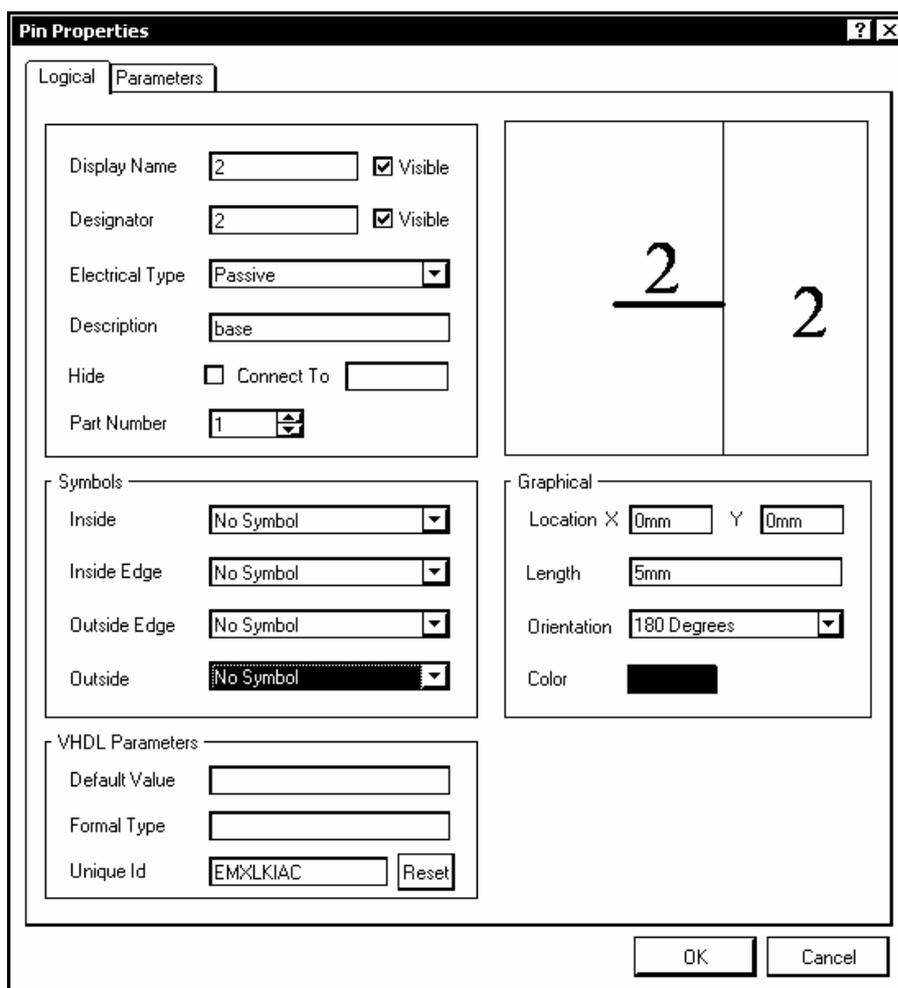

Рис. 3.5
2. Перед размещением вывода активизировать клавишей Tab диалог редактирования его свойств. Открывается диалоговое окно настройки свойств вывода Pin Properties (рис. 3.5)
Для индивидуального редактирования свойств селектировать вывод на графическом экране редактора библиотеки, щелчком правой клавиши мыши активизировать контекстное меню и в нем указать команду просмотра и редактирования свойств (Properties). Открывается диалоговое окно, рис. 3.5 (см. стр. 20), в котором могут быть изменены свойства вывода.
3. Указать курсором вывод и кнопкой Edit вызвать знакомое нам диалоговое окно Pin Properties (рис. 3.5). Отредактировать свойства выбранного контакта и сохранить результат. Отметим, что не все используемые в Altium Designer 6 метки и указатели у выводов ЭРК приемлемы с точки зрения соответствия графики символов требованиям ЕСКД.
4. Активизировать команду главного меню Place>>Pin и вызвать клавишей Tab диалог настройки свойств электрического вывода (см. рис. 3.5). Назначить первому выводу:
4. В диалоговом окне Pin Properties (см. рис. 3.5):